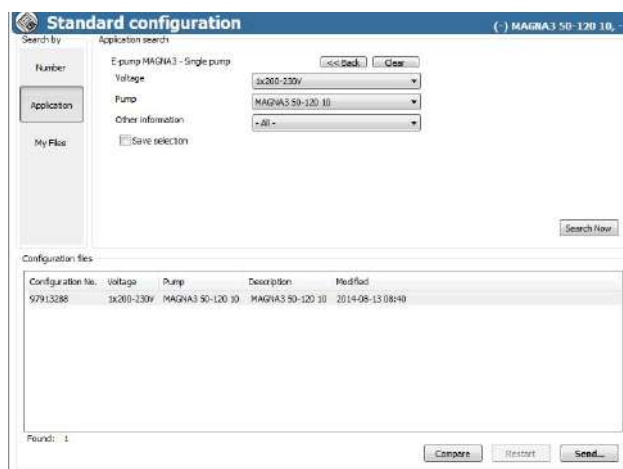

Рис. 28 Отправка файла GSC
15. Нажмите [Search now] (найти), чтобы отобразить файл GSC. Нажмите [Send] (отправить). См. рис. 28.